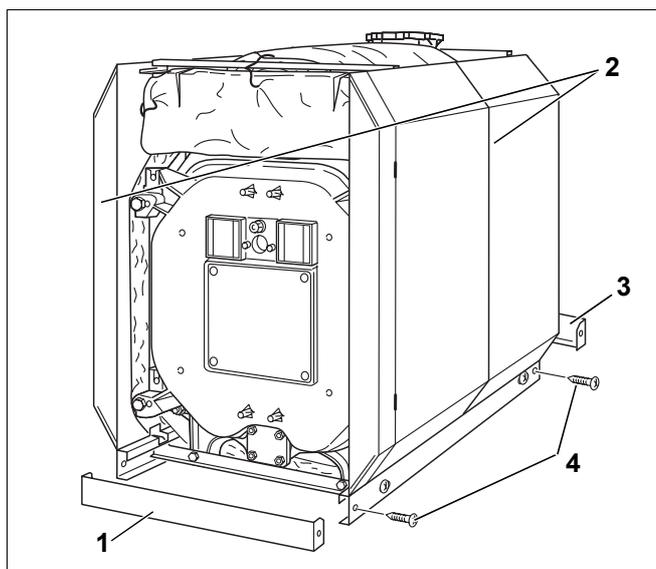

Bild 51 Sockelschienen montieren
- ▶ Sind die Seitenwände (Bild 51, **Pos. 2**) in der Senkrechten ausgerichtet, so müssen die Blechschrauben der Sockelschiene (Bild 51, **Pos. 4**) festgezogen werden.
- ▶ Die quer verlaufenden Sockelschienen (Bild 51, **Pos. 1** und **3**) von vorne und hinten in die längs verlaufenden Sockelschienen schieben. Die Abkantung am Querblech muss jeweils unten sein und zum Kessel zeigen (Bild 51).